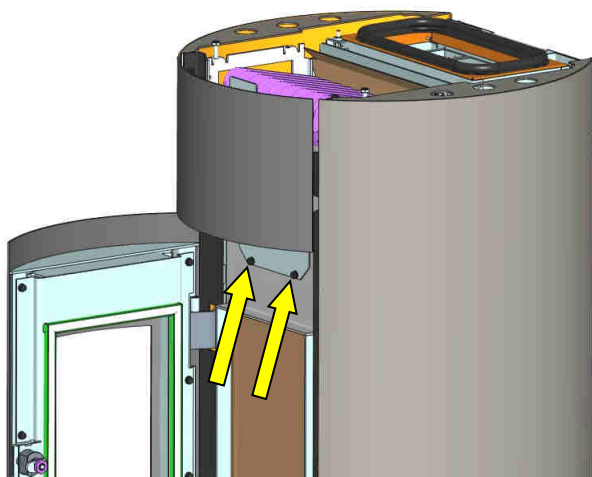

Fig. 9 : démontage de la plaque frontale
2. Desserrer les vis de fixation de la plaque frontale supérieure (Fig. 9) et la retirer vers le haut.